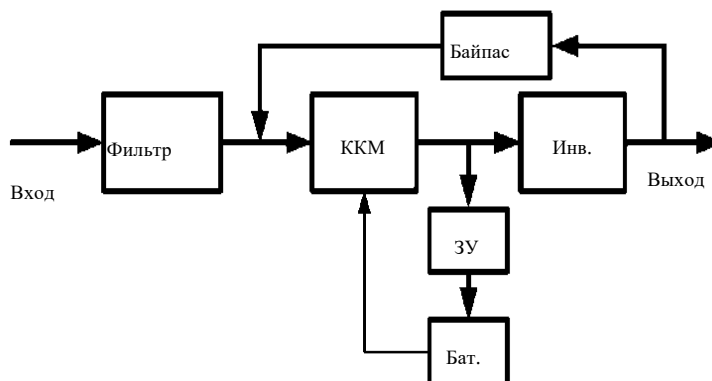

Рисунок 8 – Режим самотестирования
4.7.1 Если пользователи хотят работать с ИБП без нагрузки, можно установить для ИБП режим самотестирования (рисунок 8). В этом режиме ток протекает через выпрямитель, инвертор и обратно на вход через байпас. В ИБП со 100 % нагрузкой требуется всего 5 % потерь.